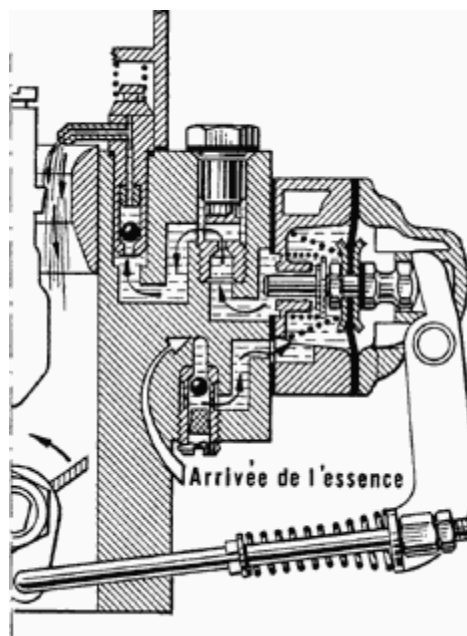

Fig. 22 Pompe type 4 (appauvrisseur)
- enfin, si la pompe comporte un dispositif appauvrisseur de pleine charge, le chiffre caractéristique est suivi du chiffre 4 (54, 74, 84, 94) (fig. 22)